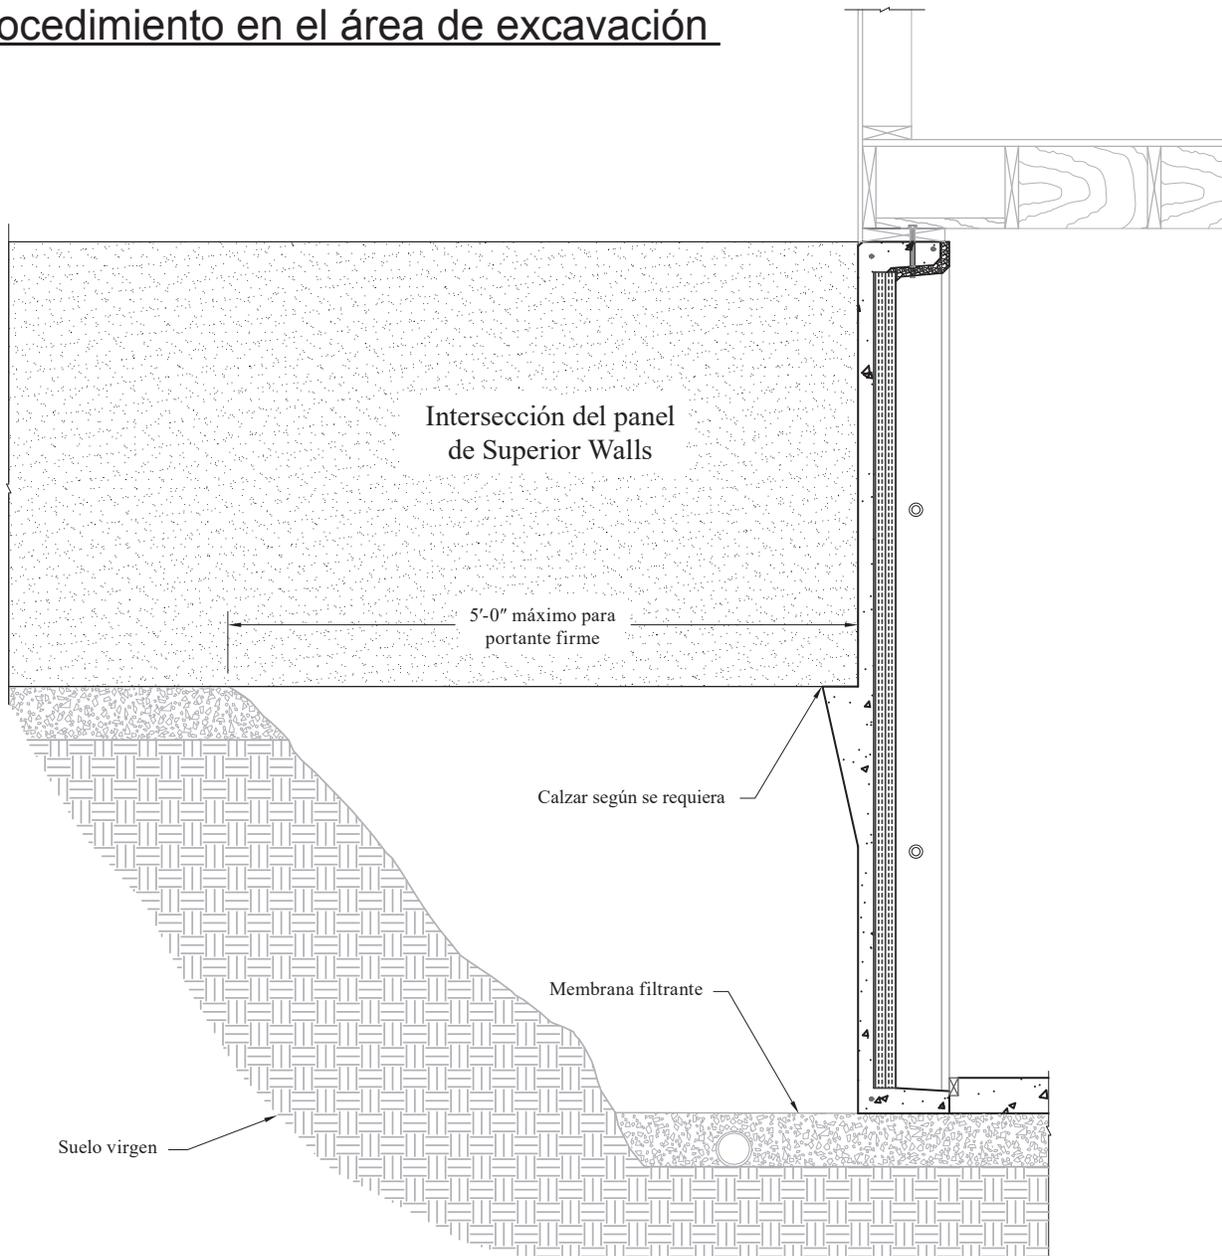

Figura 4
- Cuando un muro, como el de un garaje o espacio angosto, se cruza con el muro del sótano y se apoya en un anclaje premoldeado o muro corto, la sobreexcavación debe ser inferior a 5'-0". (Consulte la Figura 4)